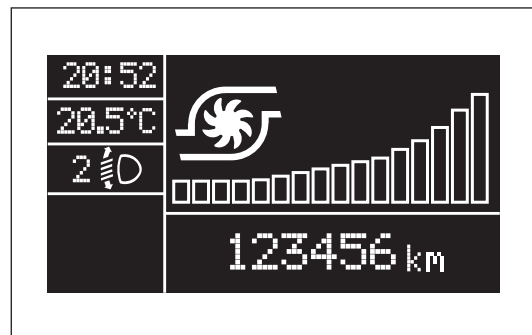

fig. 95
- ☐ Page-écran avec pression du turbo-compresseur : fig. 95.